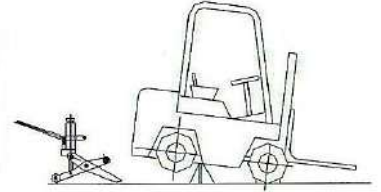

Рисунок 8.
- Запрещено находиться под погрузчиком, если он не закреплен, с помощью специальных опор (см. рисунок 8). Если опоры на месте, уберите домкрат из рабочей зоны перед началом работы.